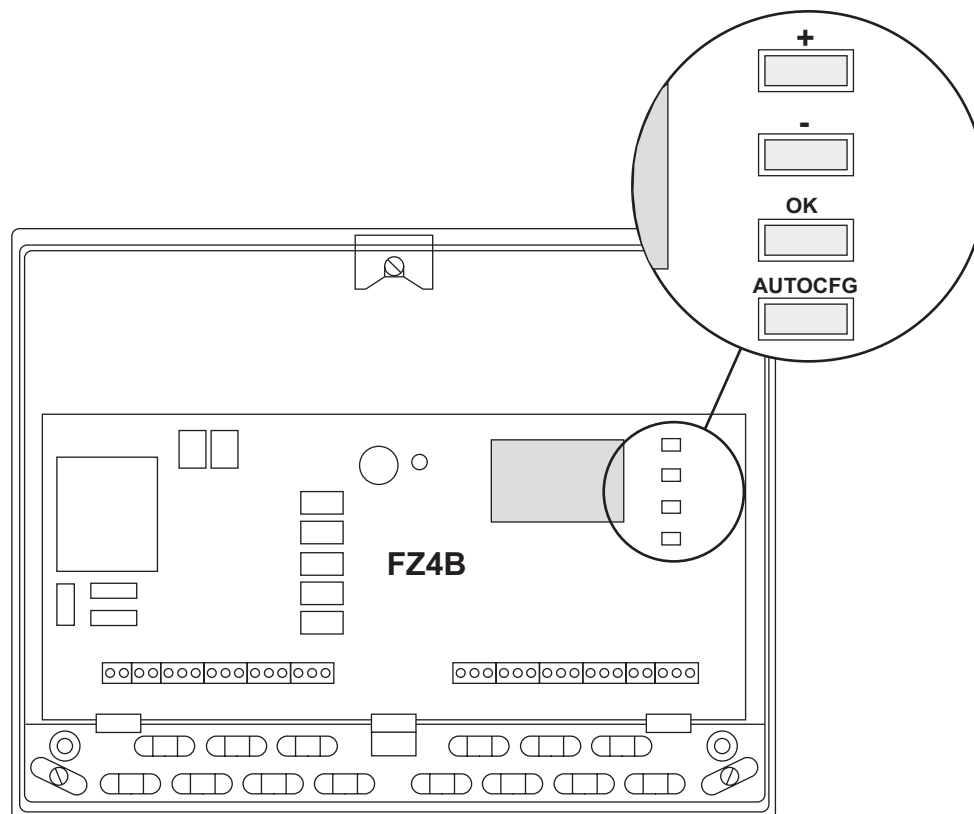

fig. 78 - Centralina FZ4B
**Attenzione:** La caldaia è predisposta per il funzionamento con **termostato ambiente** sulle zone bassa temperatura. Collegando il **cronocomando remoto** sarà necessario configurare la centralina **FZ4B**. Per fare questo, premere il tasto **AUTOCFG** (vedi fig. 78) fino al lampeggio contemporaneo di tutti i leds della scheda **FZ4B**. La caldaia sarà quindi pronta per funzionare con cronocomando remoto sulla bassa temperatura.